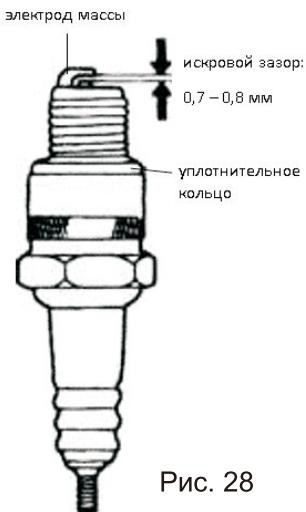

Рис. 28
5. Измерьте расстояние между электродами с помощью щупа. (см. рис. 28) Расстояние между электродами: 0,70÷0,80 мм. При необходимости подогните электрод массы до нужного расстояния.